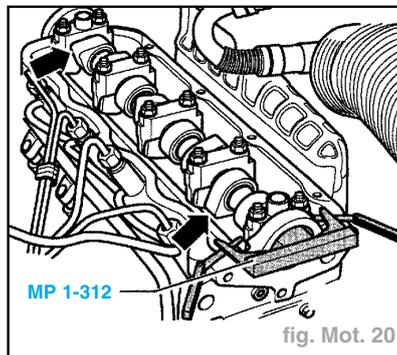

fig. Mot. 20
- Bloquer l'arbre à cames avec la règle de réglage MP 1-312 (fig. Mot. 20).